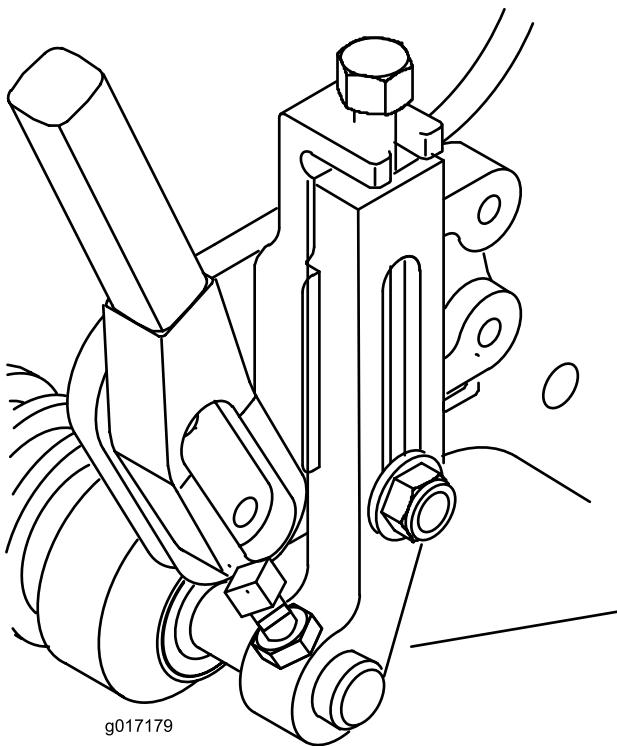

Figura 2
- Tosaerba Greensmaster 1600 – ottenete 2 nuovi bracci dell'altezza di taglio dal vostro distributore Toro autorizzato e installateli sul gruppo rullo e sulle piastre laterali con i dispositivi di fissaggio rimossi in precedenza (Figura 2).
- Tosaerba Greensmaster 800 e 1000 – ruotate in avanti i bracci di regolazione dell'altezza di taglio rimossi in precedenza e installateli sul gruppo rullo e sulle piastre laterali con i dispositivo di fissaggio rimossi in precedenza (Figura 2).